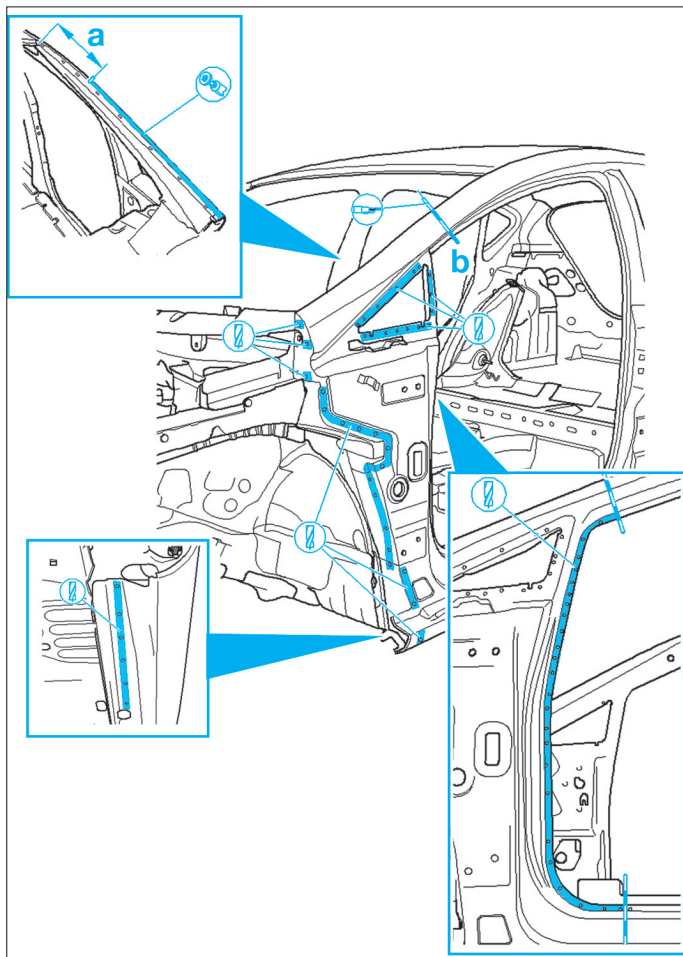

FIG. 29
- Effectuer la découpe de la partie supérieure en fonction de l'état d'endommagement de la carrosserie (Fig.29).